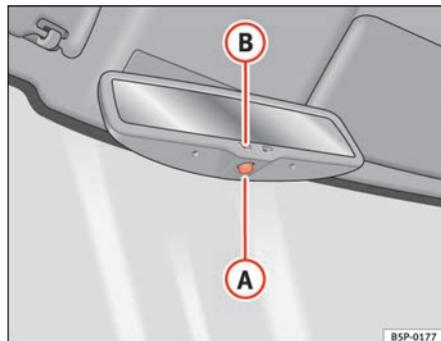

Fig. 62 Specchio retrovisore interno fotocromatico
- Premere il tasto **A** ⇒ fig. 62. La spia **B** si spegne.
- Premere il tasto **A** ⇒ fig. 62. La spia si accende.